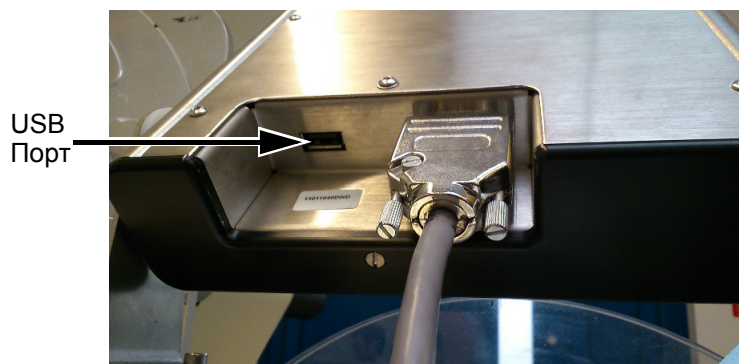

Рис. 6–18: USB-порт
- 11 Вставьте модуль памяти USB в порт USB на контроллере (см. Рис. 6–18).
- 12 Выберите последовательно элементы *Настройки > Базы данных*. На странице баз данных при этом отображаются *внешние* базы данных (см. Рис. 6–19).